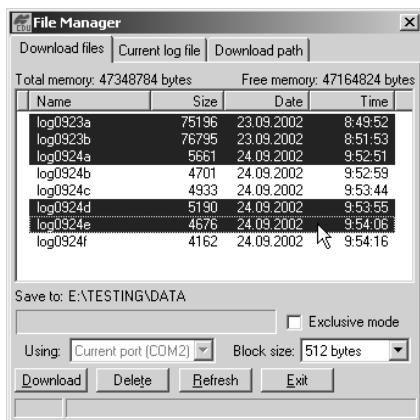

Figura 4-5. Descargar Archivos
- Seleccione el(los) archivo(s) que quiera descargar (Figura 4-5 en la página 4-12).